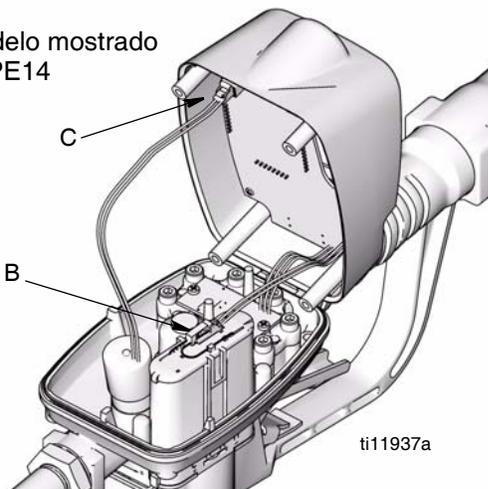

FIG. 2
2. Gire el medidor e incline la parte trasera de la tapa (FIG. 2).